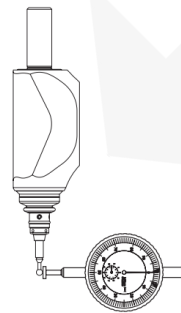

Fig. 4
- Réglez l'indicateur sur zéro (Fig. 4)